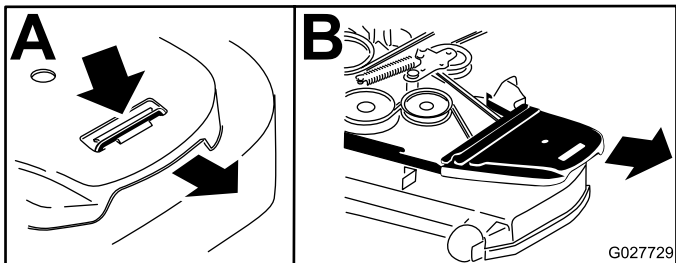

Figura 83
4. Retire las cubiertas de la correa (Figura 83).